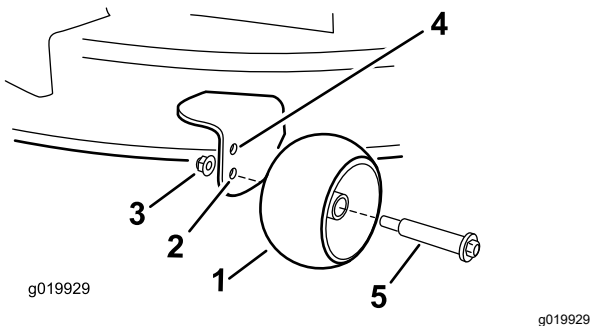

Figura 27
posición de altura de corte de 63 mm (2½") o menos (**Figura 27**).
- Taladro inferior – utilice esta posición cuando la carcasa de corte está en la posición de altura de corte de 76 mm (3") o más (**Figura 27**).